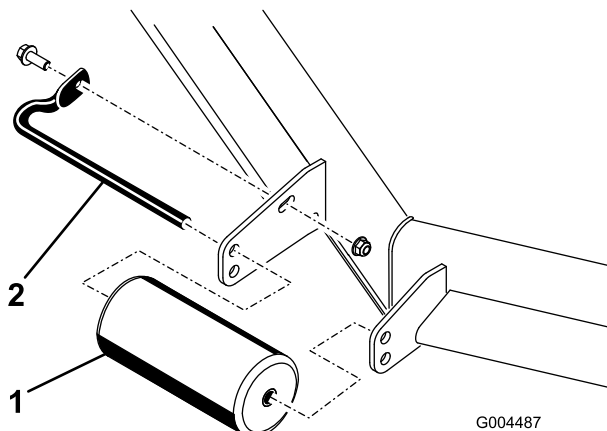

Figure 20
4. Retirez les fixations de chaque galet sur le plateau de coupe et montez ou abaissez les galets selon le cas ; reportez-vous aux Figure 20 à Figure 24 selon ce qui convient à votre tondeuse.